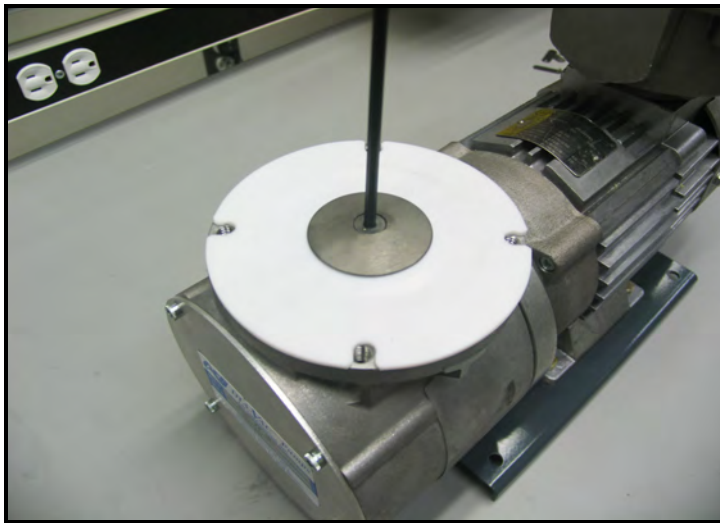

Figura 77: Remover o diafragma e a placa de aperto
9. O diafragma é fixado pelo parafuso único no seu centro. Remova o parafuso de 5/32 pol. com uma chave Allen de 5/32 pol. (veja Figura 77). O diafragma e sua placa de aperto devem ser facilmente erguidos.